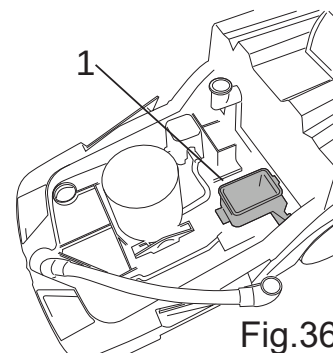

Fig.36
- Limpie el interior de la válvula parcializadora (Fig. 36-Ref. 1) eliminando posibles incrustaciones y enjuague con agua, limpie las juntas de la cubierta con un paño suave.